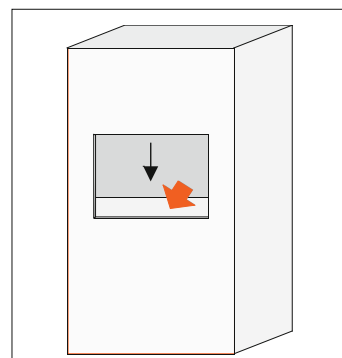

Fig. 8
- 8 Les presseurs, les poinçons, les portes (fig. 8) ou autres **organes** (fig. 9) **présentant un risque d'écrasement en fin de course** sont-ils équipés d'un dispositif de sécurité **lorsque les écartements minimaux** (fig. 10) **ne peuvent pas être respectés**?